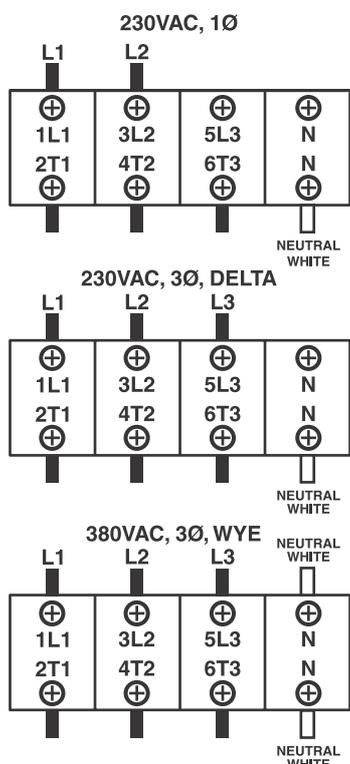

Рис. 14
- Подключите L1, L2, L3 и N, как показано на Рис. 14. Не все модели предусматривают использование всех 4 проводов.